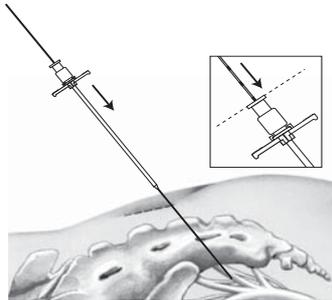

Figura 7. Encaixe o dilatador e a bainha do introdutor sobre a guia de orientação
4. Mantendo a guia de orientação próximo da pele, encaixe o dilatador e a bainha do introdutor sobre a guia de orientação e avance para o interior do forame. Alinhe a parte inferior da terceira marca de profundidade mais proximal, situada na guia de orientação, com a parte superior do dilatador (Figura 7).